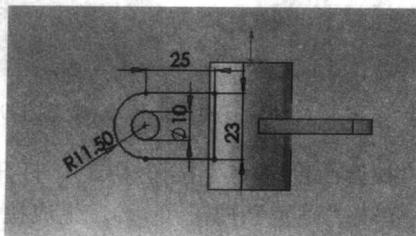

图 1-14 绘制的草图
(7) 在“设计树”管理器中单击“上视基准面”，然后将视图设置为“正视于”视图。使用“直线”工具()、“3点圆弧”工具()和“圆”工具()绘制草图，如图1-14所示。